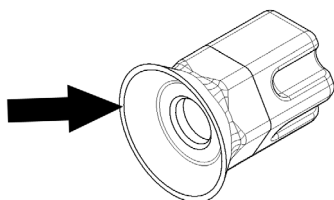

figura 20
**2 Ogni mese:** verificare che la guarnizione del giunto esagonale non sia usurata. Se lo fosse, sostituire il giunto stesso con un ricambio originale del fabbricante (vedere figura 20).